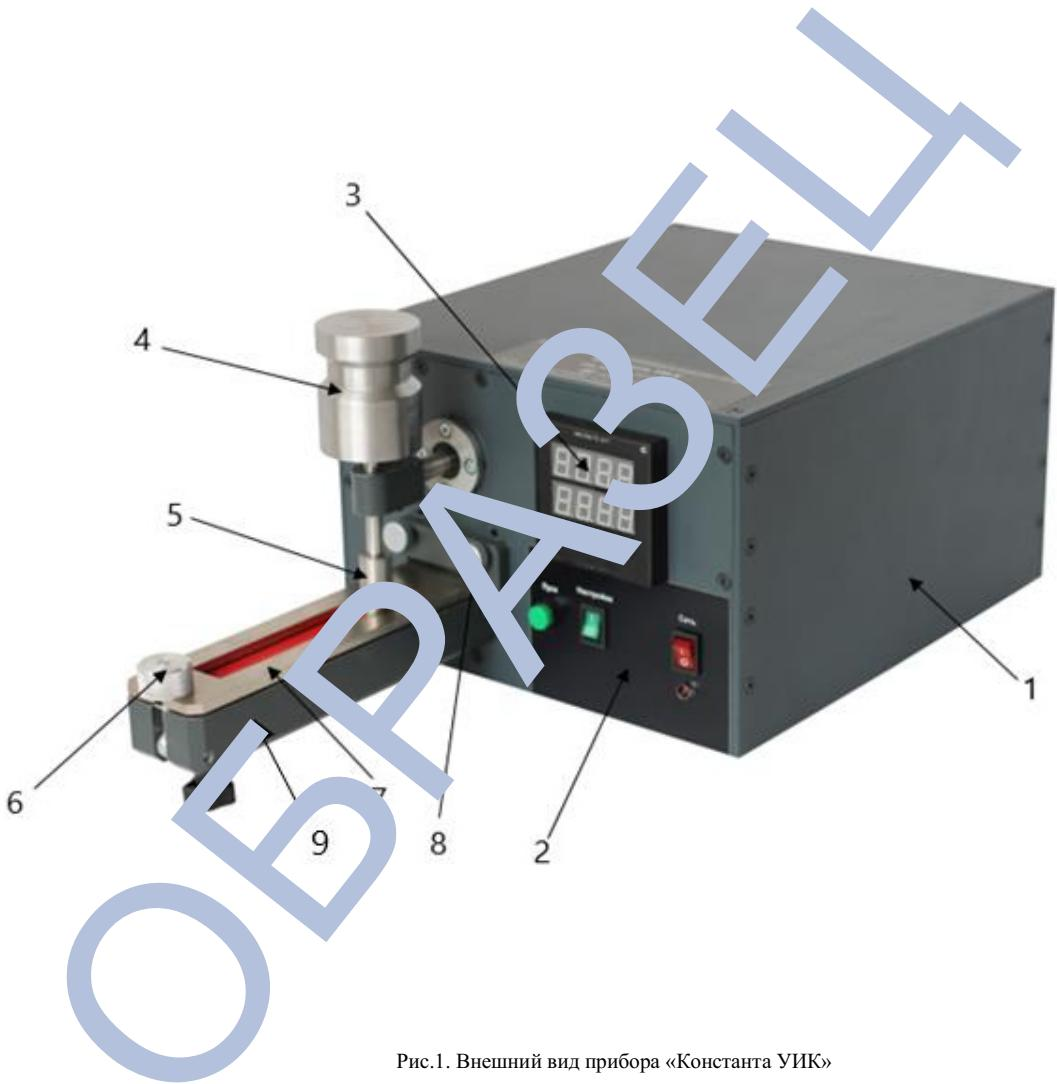

Рис.1. Внешний вид прибора «Константа УИК»
1.5.1. Внешний вид прибора представлен на рис.1.
- Корпус (поз.1, рис.1).
- Узел истирания (поз.4, 5, рис.1).
- Система фиксации образца (поз.6,7,8, рис.1).
- Основание прибора (поз.9, рис.1).
1.5.3. В корпус встроен двигатель, кривошипно-шатунный механизм привода, блок питания и электронные компоненты. На передней панели корпуса расположены дисплей блока счетчика циклов/таймера (поз.3, рис.1) и переключатели управления (поз.2, рис.1), на задней панели – разъем блока питания3.
1.5.4. Узел истирания состоит из трущего стержня (поз.5, рис.1) с грузом (поз.4, рис.1). Узел истирания соединен с кривошипно-шатунным механизмом, который при работе совершает возвратно-поступательные движения в плоскости, параллельной плоскости подложки.
1.5.5. Система фиксации образца состоит из прижимной планки (поз.7 рис.1), служащей для закрепления образца испытаний на основании прибора, эксцентрикового прижима (поз.6, рис.1), фиксирующего прижимную планку, механизма регулировки толщины образца с винтами регулировки (поз.8, рис.1) позволяющими устанавливать прижимную пластину на образцы различной толщины.